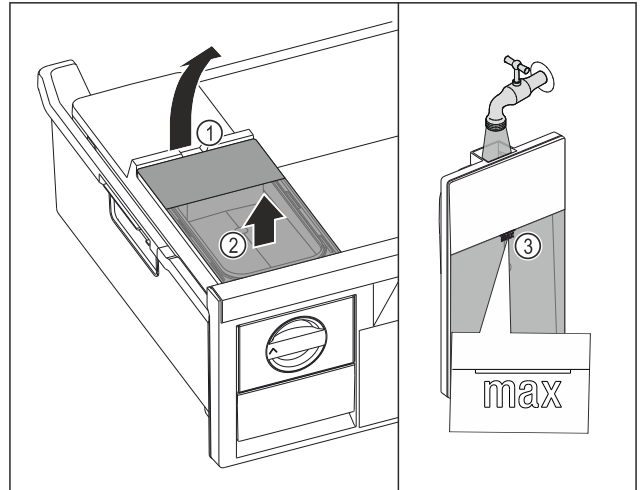

Fig. 75
- ▶ Løft vannbeholderen ved utsporingen Fig. 75 (1).
- ▶ Løft vannbeholderen ut av skuffen. Fig. 75 (2)
- ▶ Fyll vanntanken med vann opp til markeringen Fig. 75 (3).